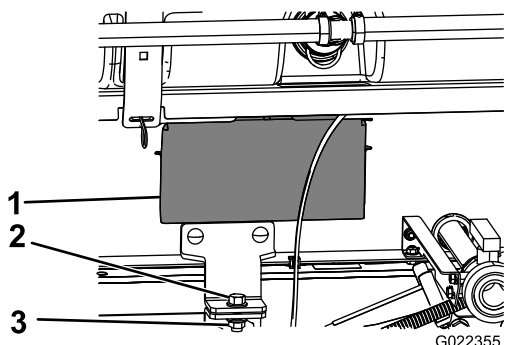

Bild 26
- Nehmen Sie die Abdeckplatte an beiden Seiten des Gestellrahmens ab (Bild 26).
8. Befestigen Sie die Befestigungshalterung des Behältergestells mit einer Schraube ($\frac{1}{2}$ " x $1\frac{1}{2}$ ") und einer Sicherungsmutter ($\frac{1}{2}$ ") an der Pritschenhalterung am Rahmen auf beiden Seiten der Maschine, wie in Bild 26 abgebildet.